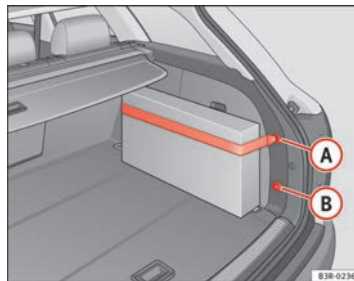

Fig. 118 Cinturón de sujeción en el revestimiento lateral derecho del maletero
- Enganche el cinturón de sujeción en el alojamiento (A) o bien (B) → fig. 118.